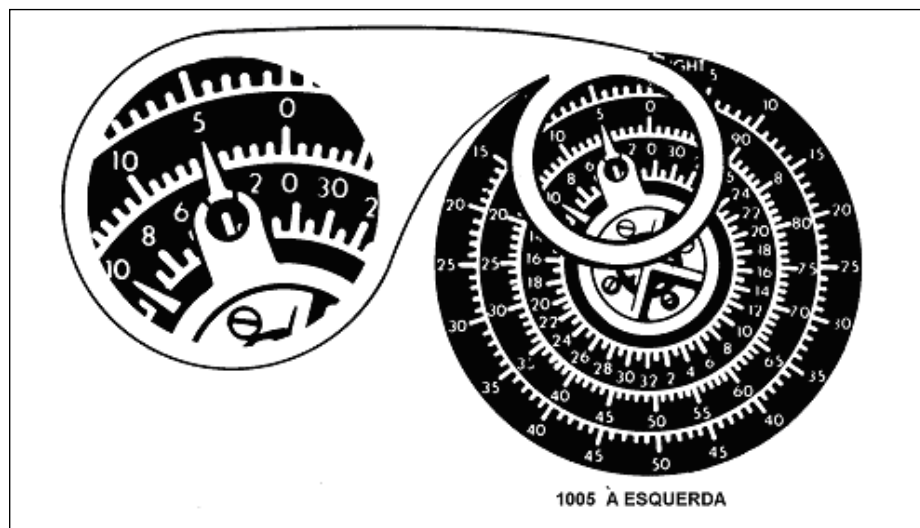

Fig 7-14. Exemplo de leitura de deflexão à esquerda
d. A leitura da deflexão a direita ou esquerda em um indicador de derivas é dada pela posição do ponteiro de direção e pelo ponteiro do micrômetro sobre a escala. Deflexão à esquerda ocorre quando o ponteiro de direção está na metade esquerda da escala de azimuth. A deflexão à esquerda quer dizer que o Can está apontado à esquerda do ponto de referência. A deflexão à esquerda é numerada no sentido anti-horário de 0 ao máximo de 3200 milésimos no fundo da escala de azimuthes. (Fig 7-14)